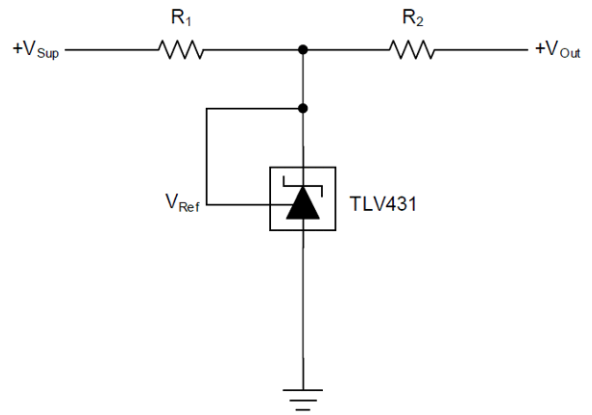
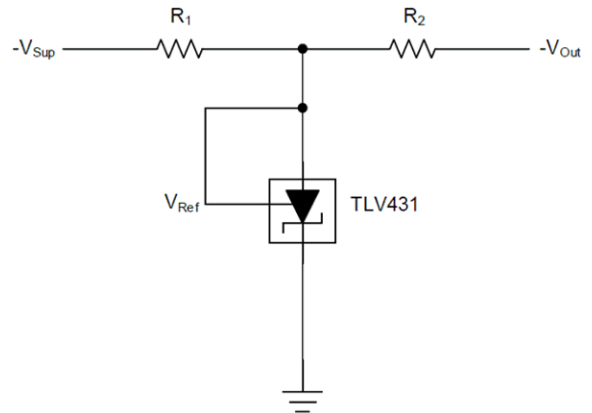
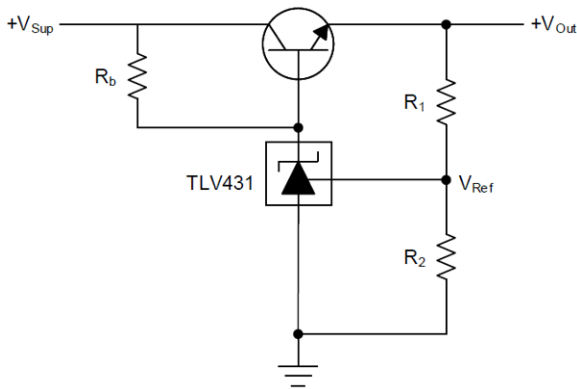
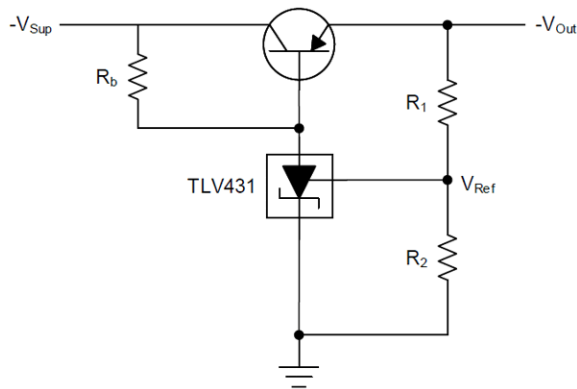

图 5. 具有正输出的限流并联稳压器电路。
图 6. 具有负输出的限流并联稳压器电路。
图 7. 改进后具有正输出的并联稳压器电路。
图 8. 改进后具有负输出的并联稳压器电路。
- 并联稳压器。并联稳压器是其中一种最具成本效益的电源选项。虽然该选项可以节省成本，但设计可靠电源电路的复杂性也会增加。例如，需要双极电源供电的精密 ADC 可以使用低电压可调节并联稳压器 **TLV431** 来生成 $\pm 2.5\text{V}$ 的电压轨。您可以使用 **TLV431** 来实现此目的，因为它具有低 V_{REF} 。然而，使用该稳压器时存在一个挑战，那就是它只能提供有限的电流。**TLV431** 数据表还要求阴极电流不小于 1mA 。这两个限制因素限制了图 5 和图 6 中所示标准设置的输出电流能力。
图 5 和图 6 显示了阴极电流和提供给 ADC 的电流都必须流经电阻器 R_1 。该配置将电源电流限制为 $(V_{SUP} - V_{REF})/R_1$ ，从而带来了两个设计挑战。首先，即使未施加负载，持续流经 R_1 的电流也会消耗功率。尝试降低 R_1 来增加可用电源电流也会成比例地增加静态功耗。其次， R_1 设置的最大电流通常无法支持 ADC 所需的数百毫安瞬态电流。如果无法提供必要的电流，会导致电源电压下降，并可能导致 ADC 运行不稳定。
通过在图 5 和图 6 中的电路中添加两个元件，可以缓解这些问题。图 7 和图 8 展示了一个修改后的并联稳压器电路，其中包含一个晶体管和一个偏置电阻器 R_b 。
与图 5 和图 6 中的系统相比，图 7 和图 8 中的电源电路可以提供更大的电流，因为晶体管消除了电源输入 (V_{SUP}) 和输出 (V_{OUT}) 之间的任何电阻。通过安装 R_b 而不是依靠 R_1 ，该新电路还可以保持 $\geq 1\text{mA}$ 的阴极电流。因此，只需电阻 R_1 和 R_2 ，即可设置输出电压，如方程式 1 所示。